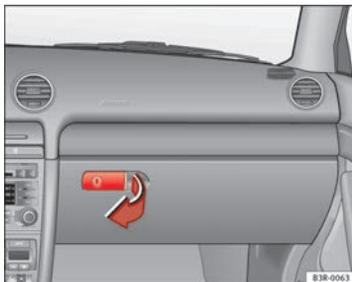

Fig. 127 Guantera
- Tire de la empuñadura de la tapa en la dirección de la flecha → fig. 127 y abra la tapa hacia abajo.